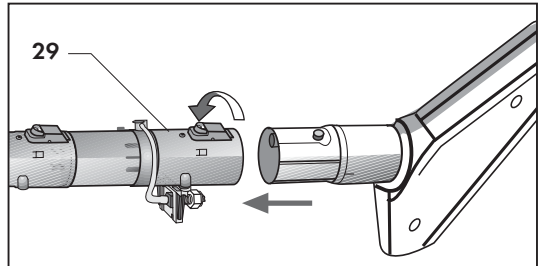

Abb. 22
- das Aufnahmeteil des Zerstäubers in das Steckteil der Bürste stecken und die rote Blockierungstaste drücken (**Abb. 22**).